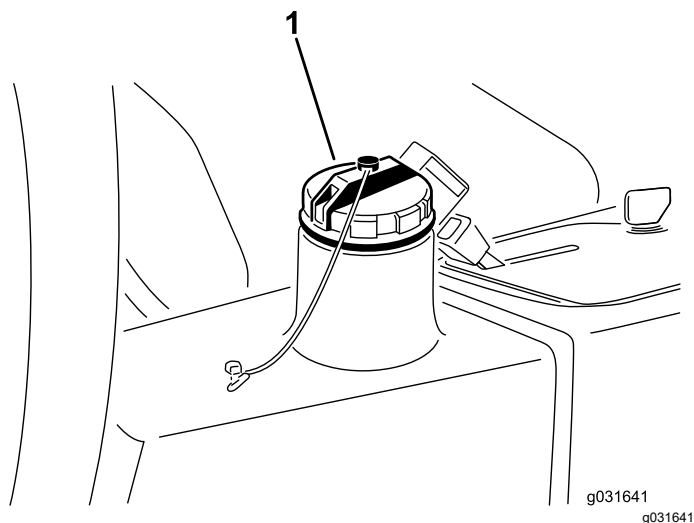

図 65
4. 油圧オイルタンク **図 65** に約 13.2 リットルの油圧オイルを入れる **油圧作動液の仕様 (ページ 49)**と**油圧オイルの量を点検する (ページ 50)**を参照。